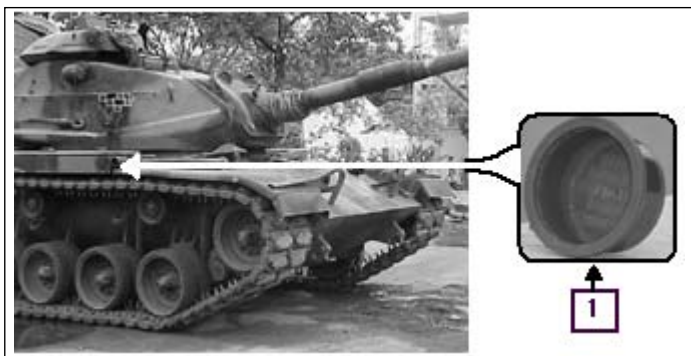

Fig 8-58. Tampa do exaustor
(1) Medidas preliminares e cuidados (Fig 8-58 a 8-60)